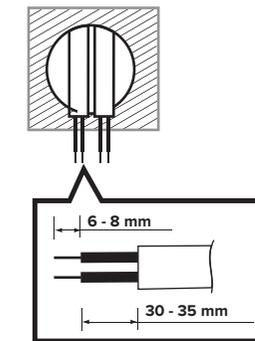

ABB. 8
1. Bohren Sie ein Loch mit einem Durchmesser von 68 mm in die Decke und ziehen Sie die Kabel durch das Loch heraus. Absisolieren Sie die Verkabelung auf 6 - 8 mm (siehe ABB. 8).